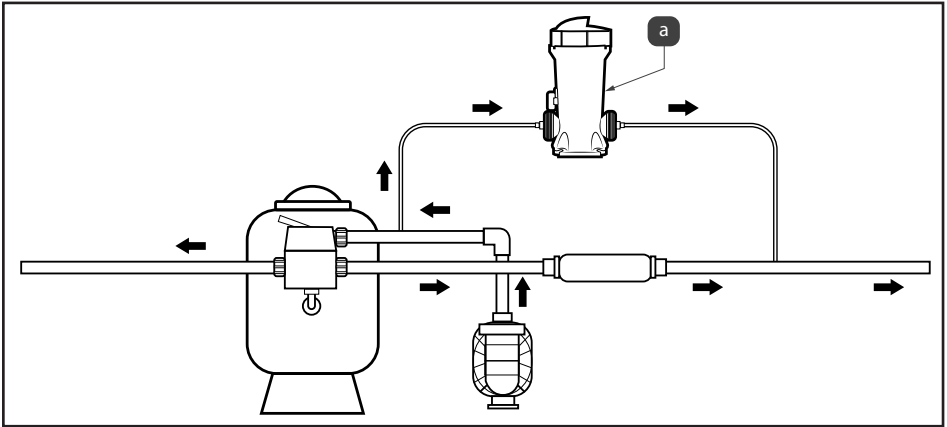

Figura 4. Configuración de la instalación en derivación
NOTA: Hay dos versiones de las boquillas de los tubos que se incluyen con este alimentador: una para usarse con PVC de 1 1/2" (50 mm) (Figura 4) y la otra para PVC de 2" (63 mm).
3. La conexión de salida debe hacerse después del sistema de calentamiento. Si no hay ningún sistema de calentamiento instalado después del filtro, consulte la Figura 4(a). Esta conexión alimentará el agua tratada de la unidad de dosificación al sistema de tuberías.